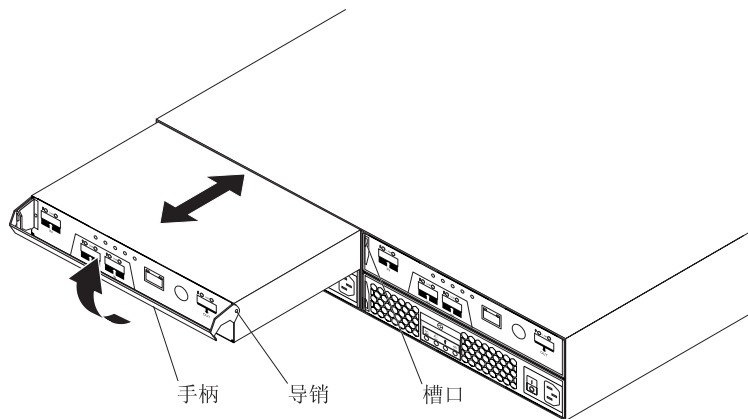

图 54. 安装控制器
- b. 从机架中缓缓拉出手柄，将填充板从托架中卸下，如图 54 所示。
- b. 确保控制器一侧的导引针正好嵌入 DS3400 机架上的槽口。请参阅图 54。